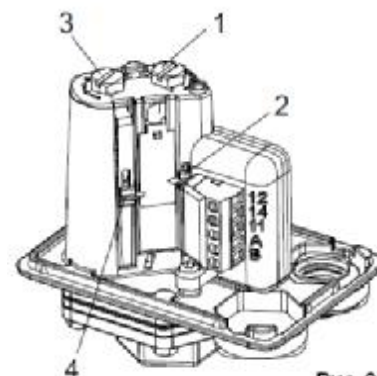

Рис. 2
- Отрегулируйте верхнее давление включения с помощью регулировочного винта 1, индикация по указателю 2. (рис.2)